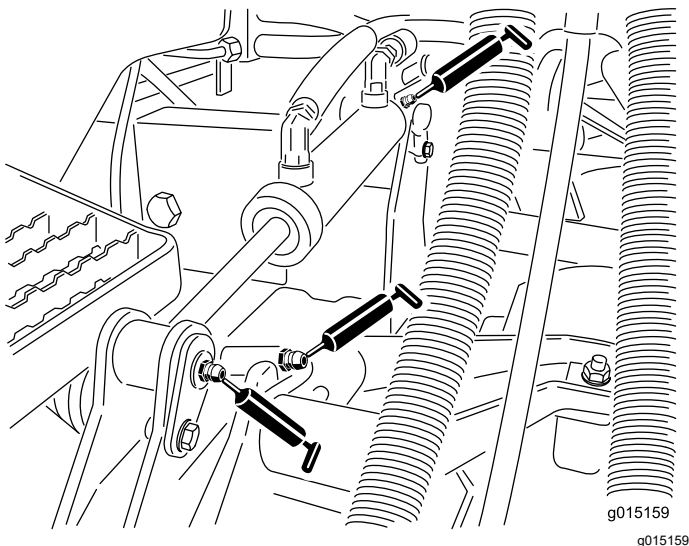

Bild 67
- Hubarmbüchsen (1 pro Schneideinheit) (Bild 67)
- Hubzylinderbüchsen (2 pro Schneideinheit) (Bild 67)